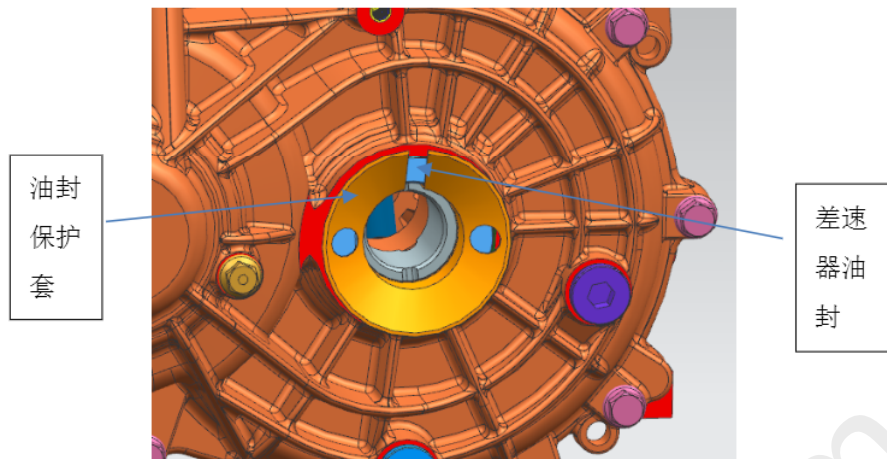

图 1 油封保护套
- 2) 前驱电动总成在分解修理后, 再重新装到车上, 驱动电机和前箱体是一体的, 待驱动电机传动轴插入变速器端口花键卡圈锁住后, 使用差速器油封保护套 (如图 1), 然后增加差速器油封工装, 确保差速器油封无异常, 防止刮伤油封。加入 0.8L 润滑油。确认注油螺塞和放油螺塞螺纹无异常, 注油螺塞打紧力矩 35-39N.m, 放油螺塞打紧力矩 47-53N.m, 涂漆标。安装驱动电机控制器时, 注意四个驱动电机控制器的螺栓孔位置, 三相线与驱动电机相连接时, 注意不要刮伤驱动电机和驱动电机控制器。